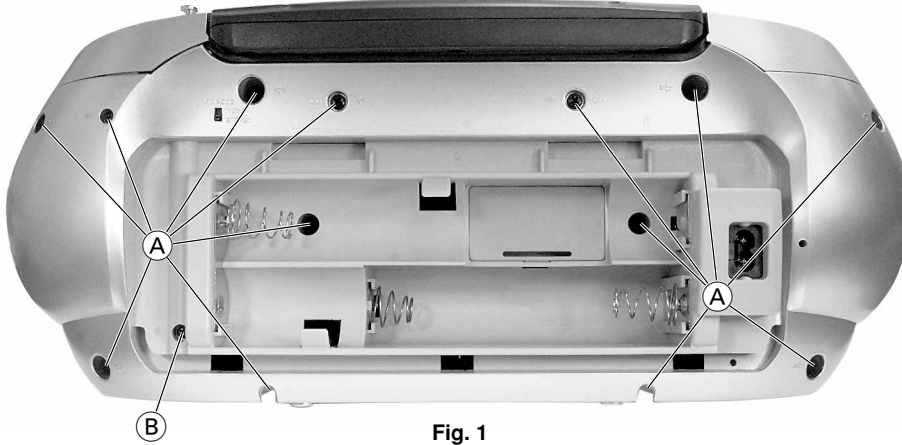

Fig. 1
- Schraube ⑥ (Fig. 1) herausdrehen und Antenne nach oben aus dem Gehäuse ziehen.
- 13 Schrauben ① (Fig. 1) herausdrehen.
- Undo the screw ⑥ (Fig. 1) and pull out the aerial.
- Undo the 13 screws ① (Fig. 1).